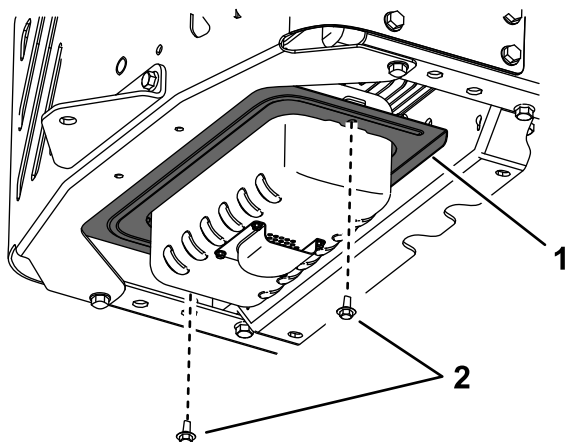

Figura 1
3. Remova e deite fora os 2 parafusos e o resguardo térmico mostrados na Figura 1.